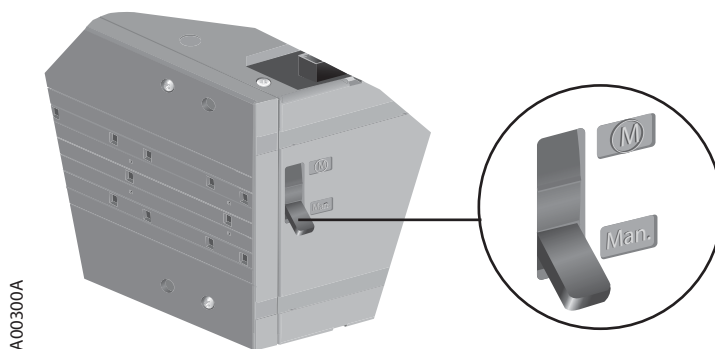

Figura 6-5 Selector motor/manual en la posición manual (Man.)
1. Coloque el selector motor/manual en la posición manual (Man.). Vea la figura 6-5. El controlador de motor es apagado y el control eléctrico es desactivado.